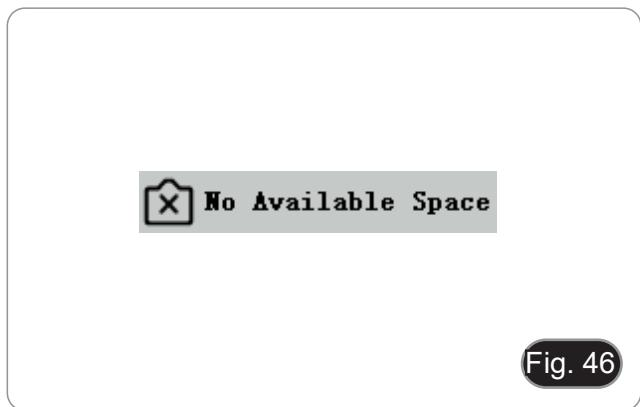

Fig. 46
2. Wenn Sie die Schnappschuss-Taste drücken, Videos aufnehmen und Fotos zu einem bestimmten Zeitpunkt machen, wird "Kein Speicherplatz verfügbar" angezeigt (Fig. 46). Bitte geben Sie etwas Speicherplatz auf der SD-Karte frei, bevor Sie die Karte in die Kamera einlegen und verwenden.